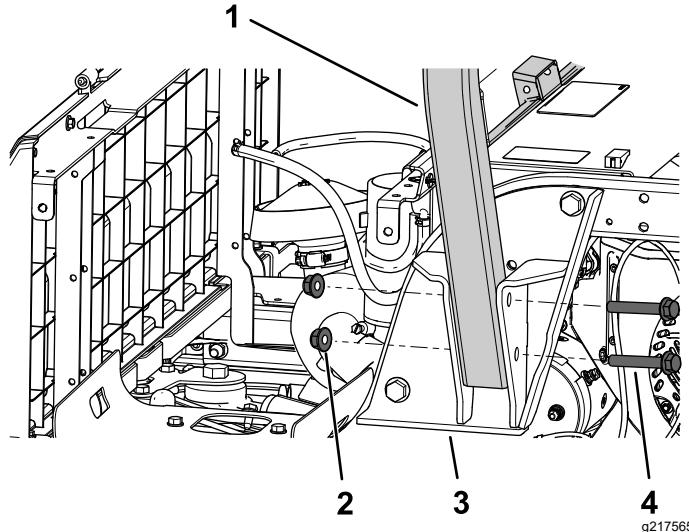

图 26
1. 如图 26 所示用 2 个凸缘头螺栓 $\frac{1}{2} \times 3\frac{1}{2}$  英寸和 2 个锁紧螺母 $\frac{1}{2}$  英寸将翻车保护杆的一侧固定到 ROPS 支架上。